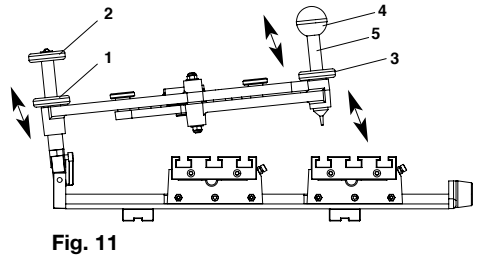

Fig. 11
1. Kontermutter 1 (Fig. 11) lösen
Der Führungsarm läßt sich um einen bestimmten Betrag anheben, siehe Fig. 11. Dies ist beim Arbeiten unabdingbar, wenn der Führungsstift